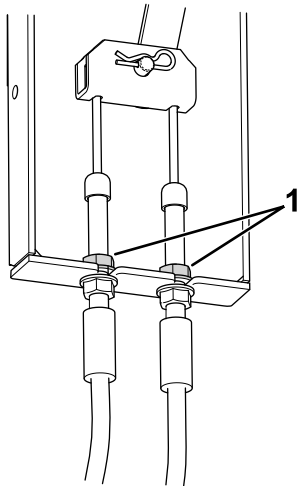

Figure 73
- Localisez le support du câble de frein (Figure 73) sous le côté gauche de la machine, près de la roue gauche.